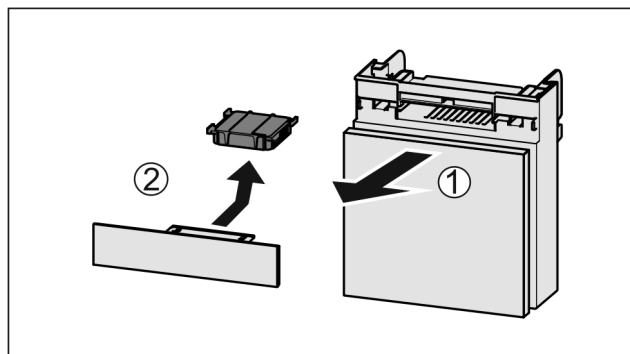

Fig. 145
- Wyciągnąć Fig. 145 (1) komorę do przodu.
- Wyjąć Fig. 145 (2) filtr z węglem aktywowanym.